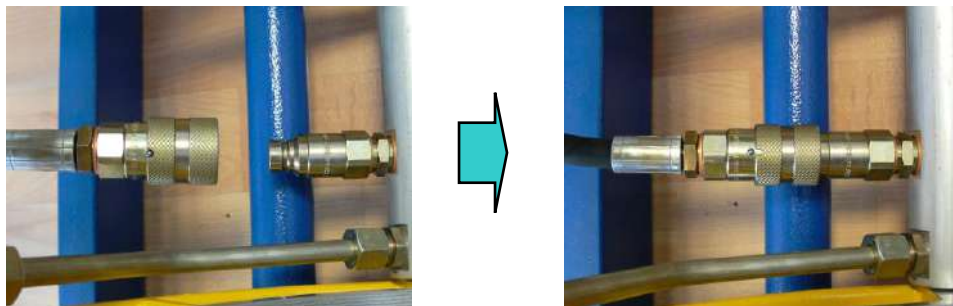

Рис. 7.3
- преодолевая усилие разъемного соединения подключите два гидравлических шланга к станине (см. рис. 7.3);